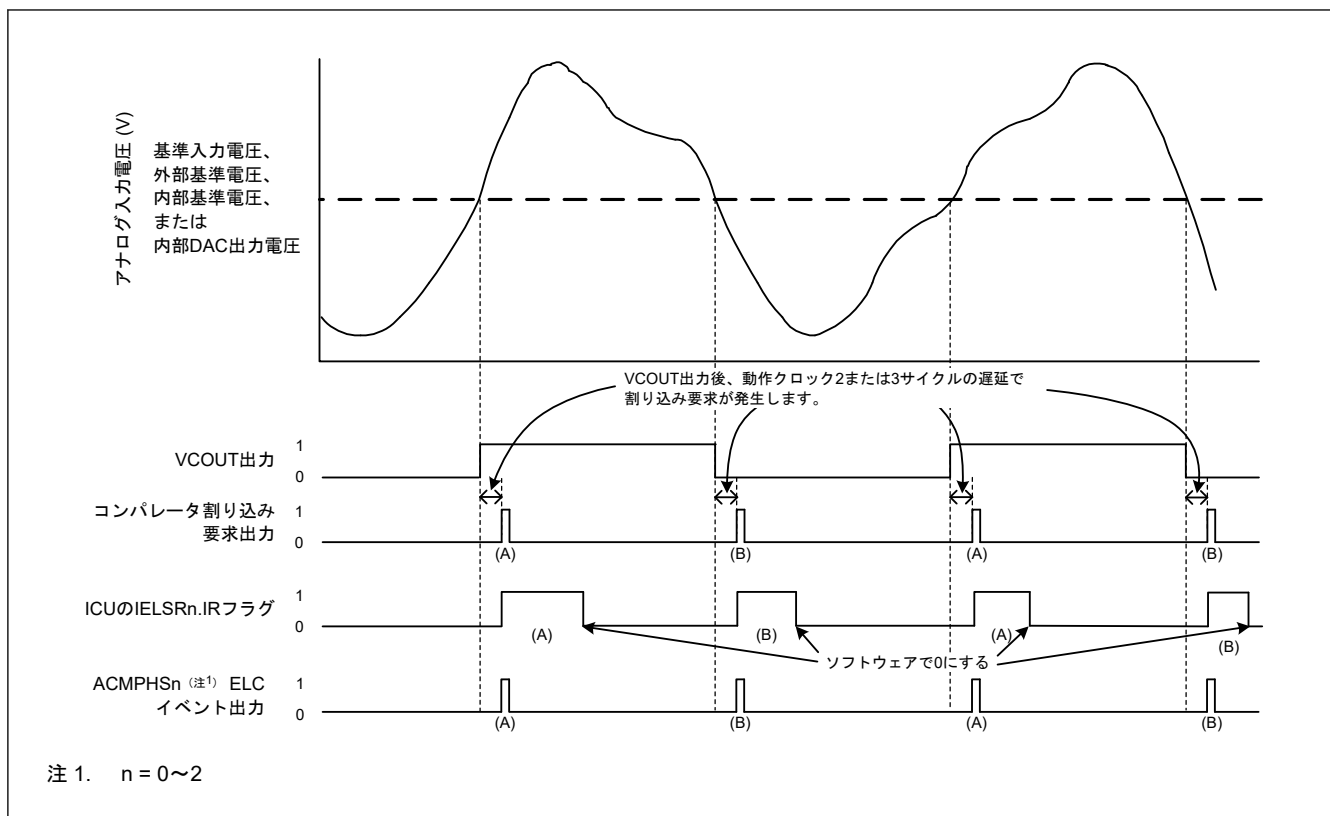

図 35.2 ACMPHS 動作の例
ACMPHS 動作の例を図 35.2 に示します。アナログ入力電圧が ACMPHS 基準入力電圧より高くなると VCOUT 出力は 1 になり、低くなると VCOUT 出力は 0 になります。ACMPHS 出力が変化すると、割り込み要求および ELC イベントが出力されます。
図 35.2 は $CPOE = 1$ （端子出力有効）、 $CDFS[1:0] = 00b$ （フィルタを使用しない）、かつ $CEG1 = CEG0 = 1$ （両エッジ検出を選択）の場合の例です。 $CINV = 0$ 、 $CEG0 = 1$ 、かつ $CEG1 = 0$ （ACMPHS からの非反転出力信号用に立ち上がりエッジ検出を選択）の場合、 $IELSRn.IR$ フラグは (A) で示されるように変化します。 $CINV = 0$ 、 $CEG0 = 0$ 、かつ $CEG1 = 1$ （ACMPHS からの非反転出力信号用に立ち下がりエッジ検出を選択）の場合、 IR フラグは (B) で示されるように変化します。